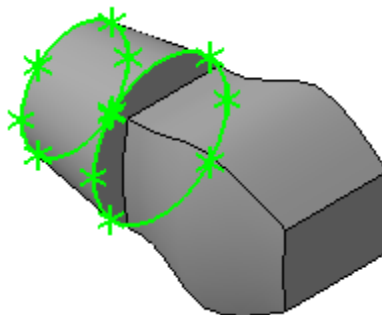

Рис. 11.13. Операция по сечениям эскиза 4,5
12. Выберите команду **Операция по сечениям**  (смотри рисунок 74). Укажите последовательно эскизы 4, 5. Завершите команду (рис.11.13).